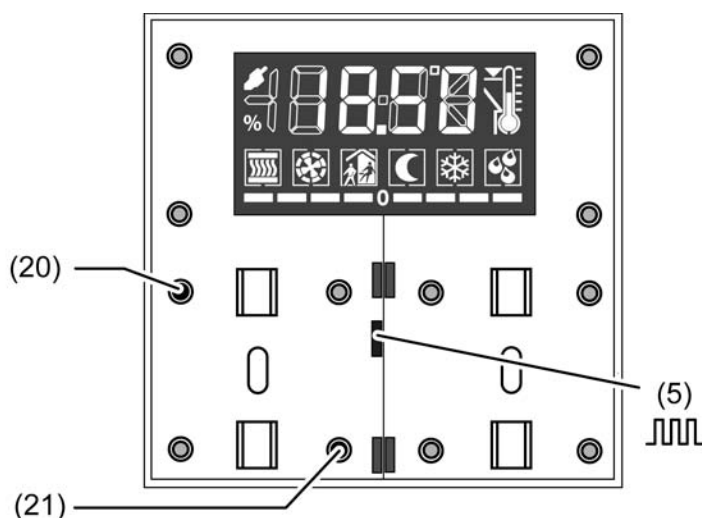

Bild 5: Tasten zur Aktivierung des Programmiermodus
- Programmiermodus aktivieren. Dazu Taster oben links der Wippe 1 (20) drücken und gedrückt halten (Bild 5). Dann zweiten Taster unten rechts der Wippe 1 (21) drücken. Der Programmiermodus ist aktiviert. Die Betriebs-LED (5) blinkt schnell (ca. 8 Hz). Im Display des Geräts wird **"Prog"** angezeigt.